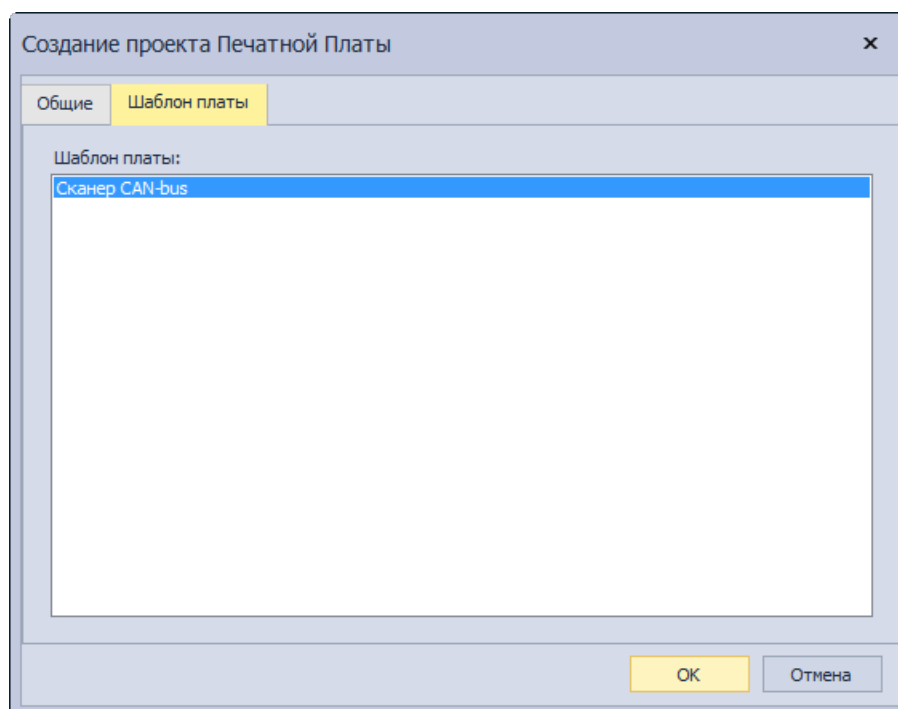

Рис. 25 Выбор шаблона платы из стандартов
7. Перейдите во вкладку «Шаблон платы» и выберите на основании кого шаблона из стандартов будет создан проект, Рис. 25.